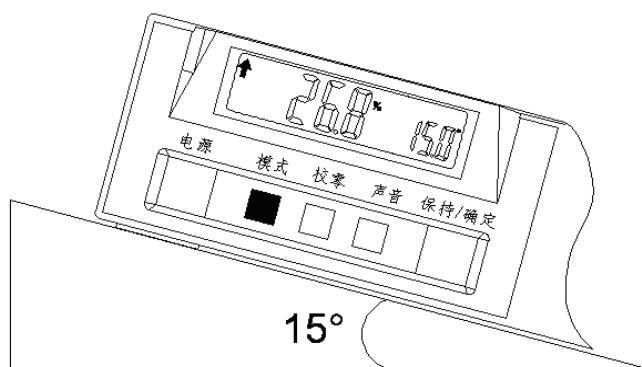

图 G-5
设置方式：通过【模式】按钮设置，见图 G-5 所示；
设置方法：轻压【模式】按钮一次，切换到高长比测量模式，坡度计液晶显示区中间显示“%”，左侧小字体显示测量角度，右侧大字体显示高长比（即测量角度的正切值），见图 G-5；
1) 轻压【模式】按钮两次，切换到相对角测量模式，坡度计液晶显示区中间显示“ABS”，见图 G-5；